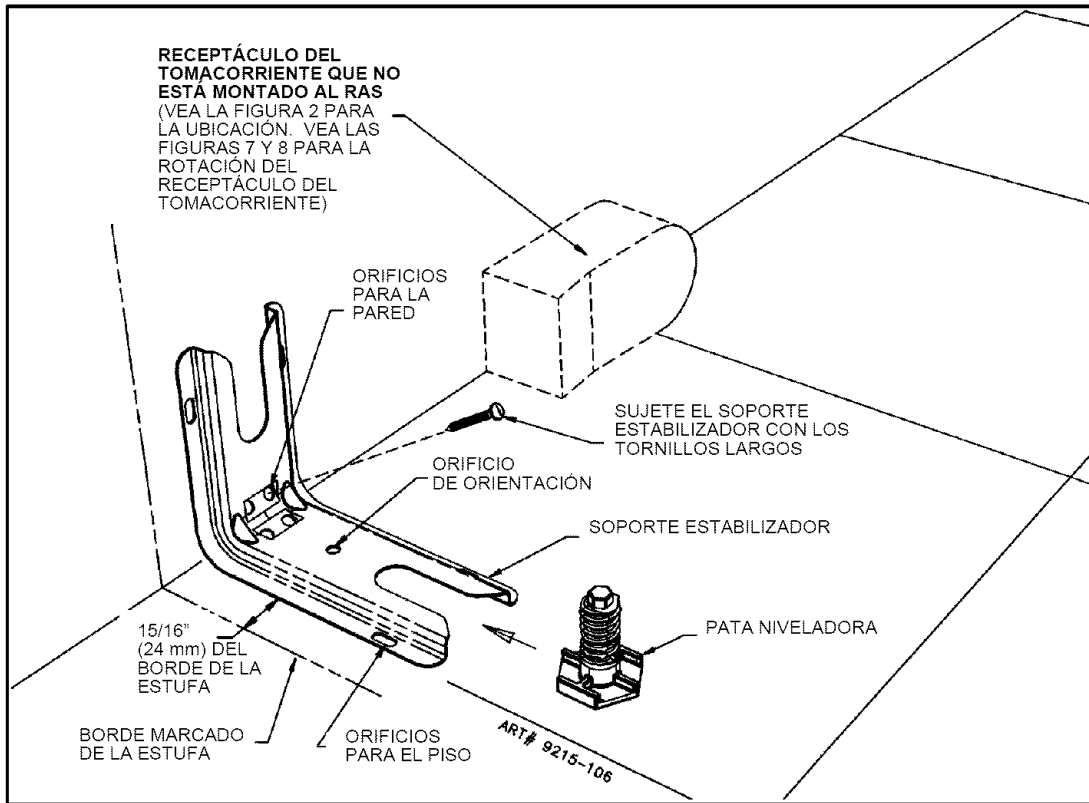

FIGURA 4
Ubicación del soporte estabilizador (Vea la Figura 4)
Si el receptáculo del tomacorriente tiene que montarse según se muestra en la figura 4, la estufa no se podrá empujar hacia atrás contra la pared.
B. Coloque el soporte a 15/16" (24 mm) del "BORDE" marcado hacia el centro de la abertura y contra la pared posterior según se muestra en la figura 4, con el orificio de orientación contra el piso.
C. Utilice el soporte como plantilla y marque los orificios necesarios según se muestra en la figura 4 para el tipo de construcción que utilizará.